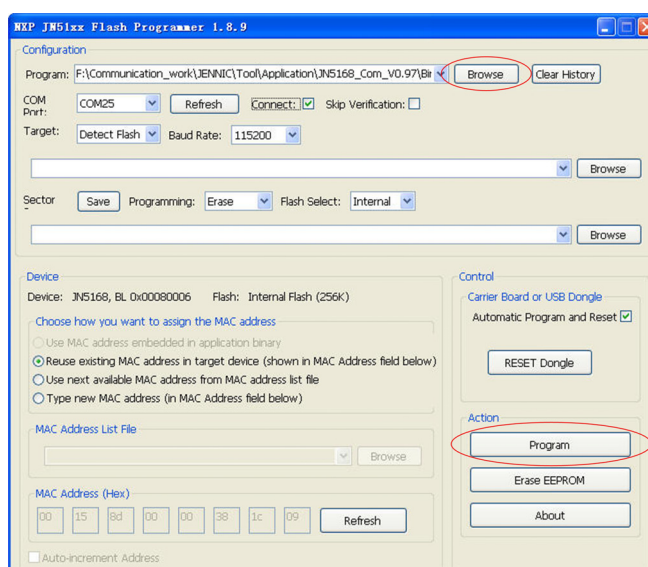
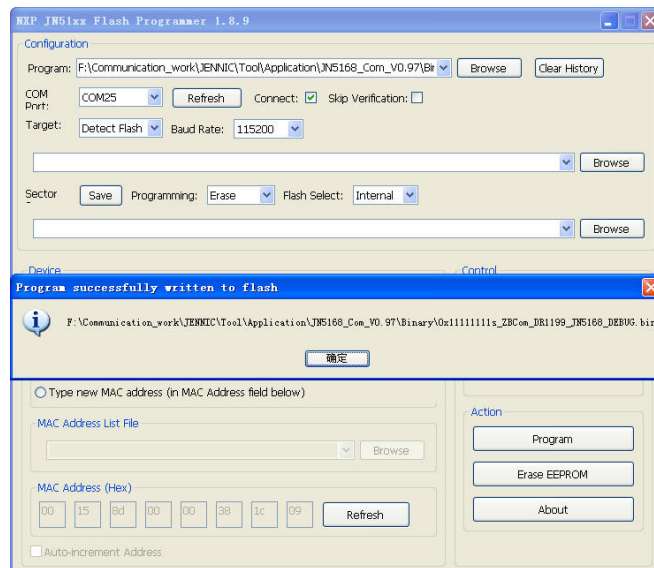

图 2.2 选择固件
图 2.3 烧写固件完成
- 点击【Browse】按钮，选择 ZM5168 的固件，点击【Program】按钮开始烧写固件，如图 2.2 所示，烧写完成后如图 2.3 所示。